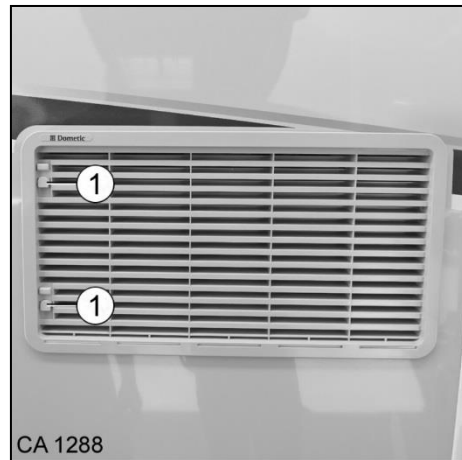

Fig. 128 Grille de ventilation du frigo
2. A l'aide d'un objet plat (clé du véhicule par ex.), glisser les verrous (Fig. 128/1) vers le haut.
2. Rentrer le côté gauche et glisser le verrou (Fig. 128/1) vers le bas.